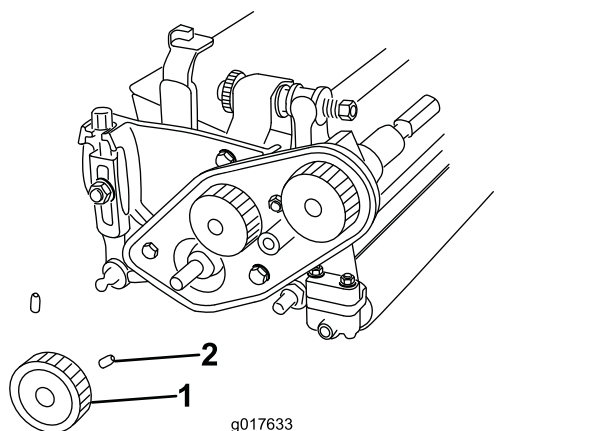

Figure 4
9. Desserrez les 2 vis qui fixent la poulie inférieure et déposez la poulie de l'arbre de cylindre (Figure 4).
23. Montez la poulie inférieure sur l'arbre de cylindre et fixez-la avec les 2 vis sur la clavette sur l'arbre (Figure 4).